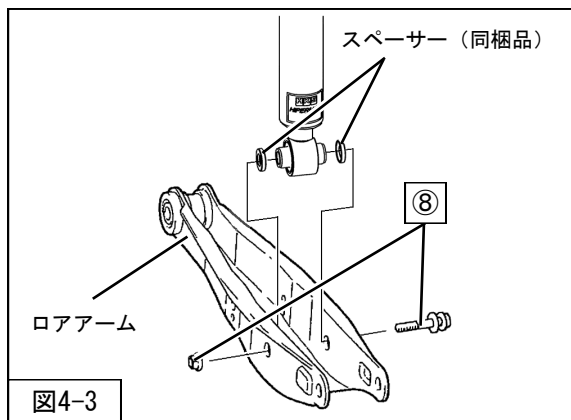
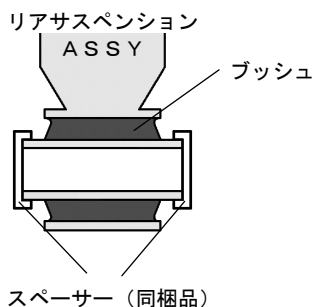
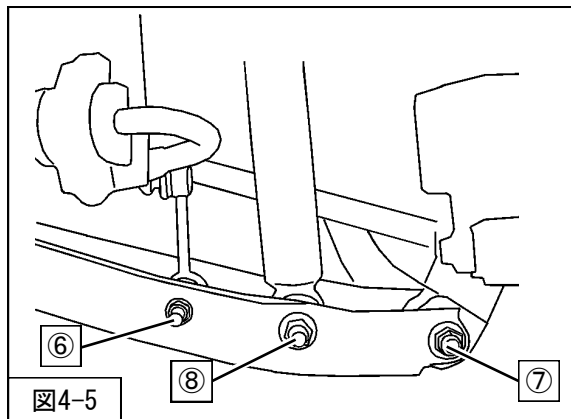

図4-3
図4-4
図4-5
⑧リアサスペンションASSYロア取付ナット (締付トルク: 120N・m) を取付けてください。(図4-3・図4-4・図4-5)
3. ⑦ロアアーム取付ナット (締付トルク: 120N・m)
⑥スタビライザリンク取付ナット (締付トルク: 38N・m) を取付けてください。(図4-5)
⑤サイドカバー
④リアシート裏側パネル
③ストライカーカバー